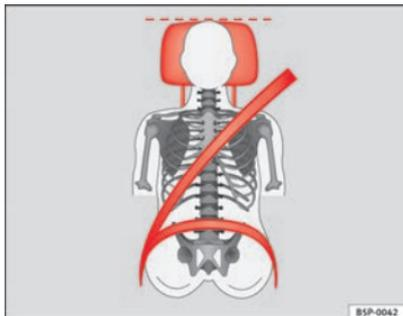

Fig. 12 Sangle bien ajustée et appui-tête correctement réglé (vue de l'avant)
- La sangle baudrier doit passer plus ou moins au milieu de l'épaule. La ceinture de sécurité doit s'appliquer bien à plat sur le buste et l'enserrer fermement ⇒ fig. 12.